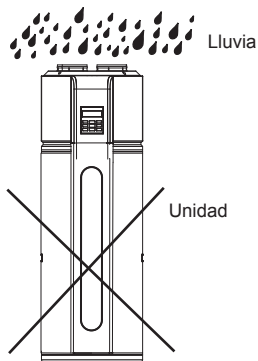

Fig. 3-6
- En caso de que entre lluvia en los componentes internos de la unidad, el componente podría dañarse o causar peligro físico. (Fig. 3-6)